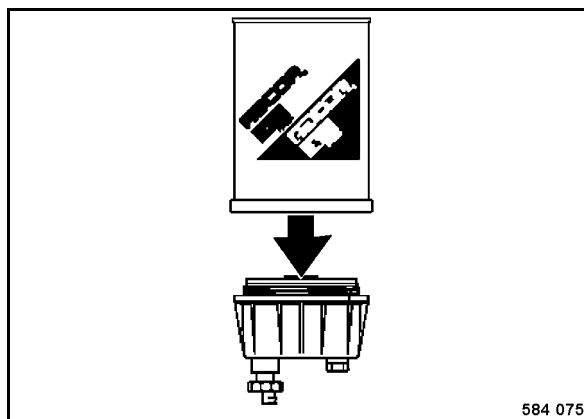

Fig. 112
- Desenroscar el separador de agua del cartucho filtrante (Fig. 112).